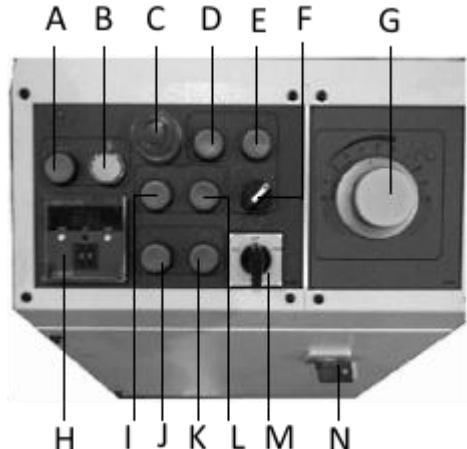

Рис.2
Переведите главный выключатель (N, рис.2) в положение «ON». Загорится индикатор сети (B, рис.2)
Нажмите кнопку (A, рис.2) для включения насоса гидростанции.
Нажмите кнопку (I) для автоматического подъема пильной рамы до касания концевого выключателя подъема. Если пильная рама не поднимается, проверьте правильность подключения проводки. Раскройте тиски, нажатием кнопки (K, рис. 2).
Переведите выключатель (F, рис.2) в ручной режим работы, нажмите кнопку (D, рис.2). Продвиньте заготовку на нужное расстояние, пользуясь переключателем подачи (M, рис.2) Установите индукционный ограничитель подачи заготовки (K, рис.1) в нужную позицию. Переведите переключатель (F, рис.2) в автоматический режим работы. Установите переключатель подачи заготовки в режим подачи «Вперед». Задайте нужное число резов на счетчике резов, пользуясь кнопками (C). На индикаторе (A) отображается количество совершенных резов. Обнулить счетчик можно клавишой (B)
Запустите цикл, включив движение пилы (E, рис.2). Ленточное полотно начнет двигаться, а пильная рама опускаться, идет процесс отрезки. Скорость опускания рамы можно регулировать ручкой (G, рис.2).